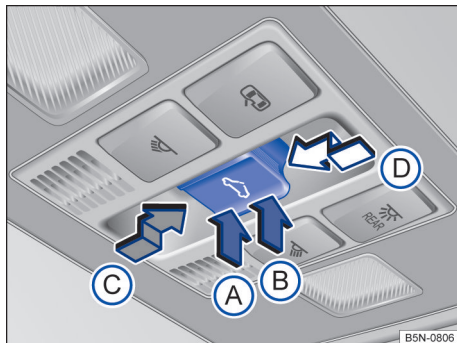

Fig. 68 No revestimento do teto: botão do teto de vidro.
- **Levantar o teto de vidro:** pressionar o botão → Fig. 68 B até o primeiro nível. Curso automático: pressionar o botão (B) até o segundo nível.
- **Fechar o teto de vidro levantado:** pressionar o botão (A) até o primeiro nível. Curso automático: pressionar o botão (A) até o segundo nível.
- **Abriu o teto de vidro:** pressionar o botão (C) até o primeiro nível. Curso automático até a posição de conforto: pressionar o botão (C) até o segundo nível.
- **Fechar o teto de vidro:** pressionar o botão (D) até o primeiro nível. Curso automático: pressionar o botão (D) até o segundo nível.
- **Parar o curso automático do procedimento de abertura ou fechamento:** pressionar novamente o botão (C) ou (D).